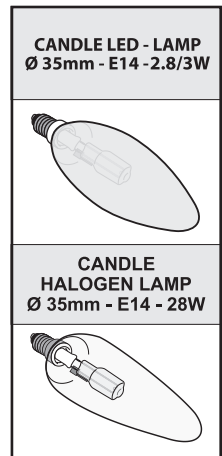

Fig.8
• Udskiftning af glødepærer/halogenpærer (Fig.8):